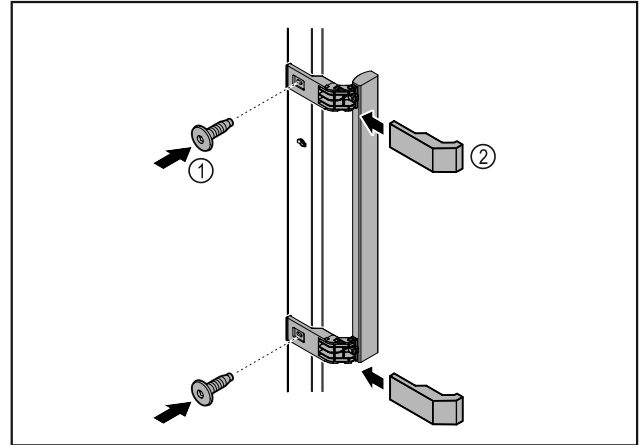

Fig. 7
- Kiinnitä ohjeispakkauksessa oleva kahva mukana olevilla ruuveilla Fig. 7 (1) oveen.
- Aseta suojus Fig. 7 (2) paikalleen.